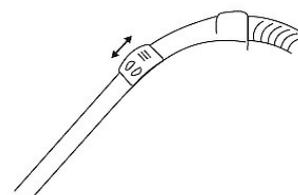

Abb. 10: Luftregulierung
- Durch Verstellen des Luftregulierers Abb.10 können Sie den Luftstrom einstellen.